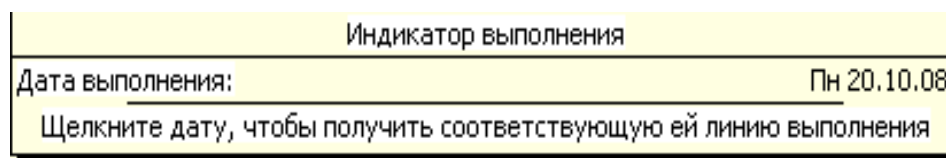

Рис. 58. Информационное окно Индикатор выполнения
- Переместите указатель мыши на диаграмму. На экране появится информационное окно (Индикатор выполнения), в котором при движении мыши будет изменяться дата выполнения, для которой должен быть построен график выполнения (рис. 58).